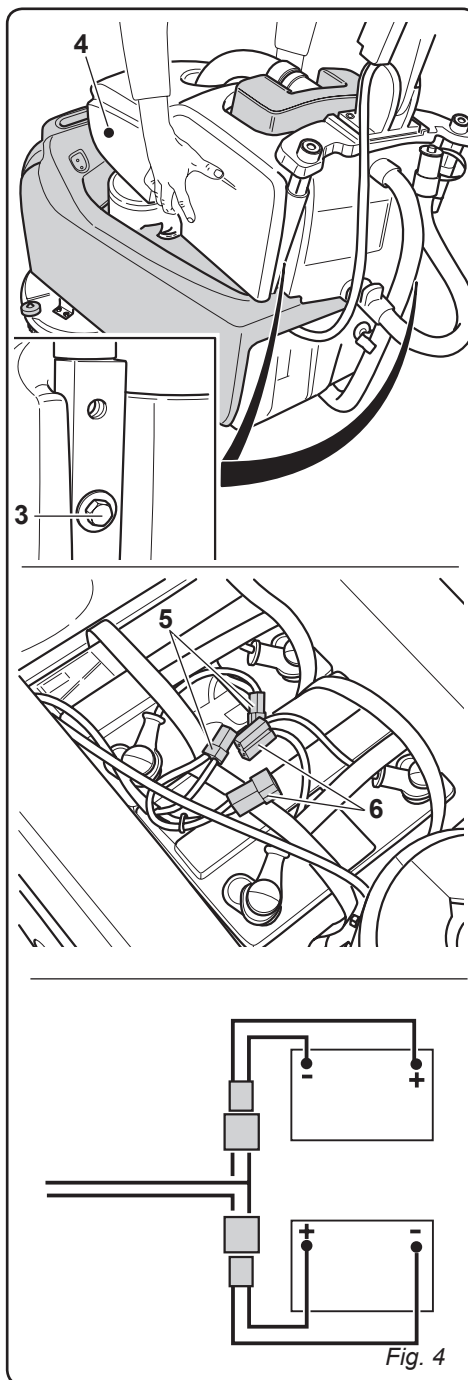

Fig. 4
3.1.b - Collegamento batterie (solo per versione CB) (Fig. 4)
- Svitare le viti (3) che fissano il serbatoio (4) al supporto maniglione.
- Rimuovere il serbatoio (4) dell'acqua di recupero e collegare tra loro le spine (5) e (6) di colore uguale delle batterie (Rosso con Rosso / Grigio con Grigio).
- Rimontare il serbatoio (4) dell'acqua di recupero.